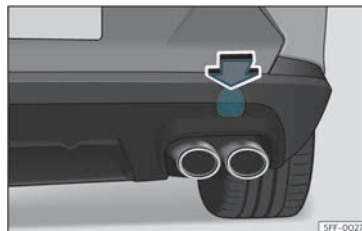

Fig. 45 Sul lato destro del paraurti posteriore: estrarre il coperchio.
L'alloggiamento dell'occhiello di traino avvitabile è situato sul lato destro del paraurti posteriore, dietro a un coperchio»» fig. 45.
- Per sbloccarlo, premere sull'area superiore del coperchio»» fig. 45 .